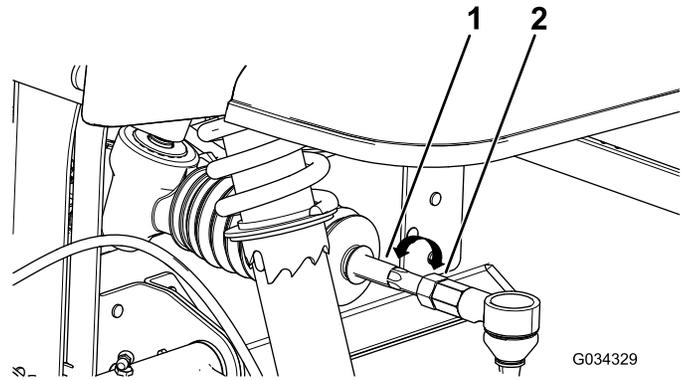

Figura 48
4. Se a medição obtida não se situar entre 0 ± 3 mm, desaperte as porcas de retenção nas extremidades das barras (Figura 48).